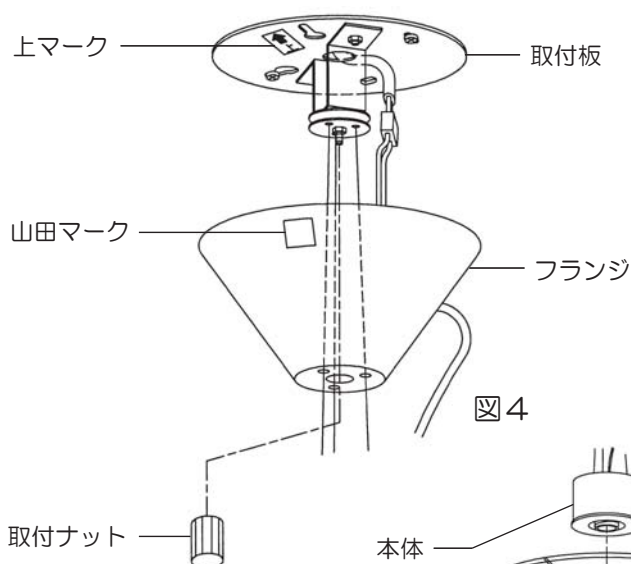

図4
3. 取付板側の上マークとフランジ側の山田マークを合わせて取付ナット（1個）で固定します。（図4）